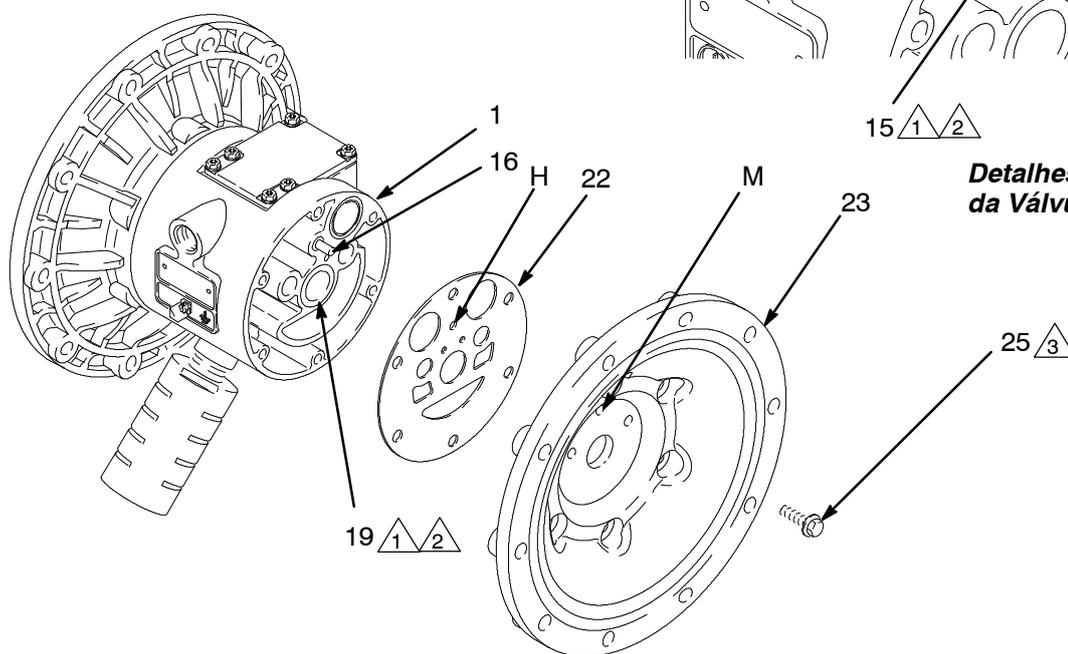

Fig. 14
**NOTA:** Se estiver a remover apenas o rolamento do eixo do diafragma (19), salte o passo 4.
5. Utilizando uma chave de tubo de 10 mm, retire os parafusos (25) que prendem as tampas de ar (23) à o caixa do centro (1). Ver Fig. 14.
6. Remova as juntas da tampa de ar (22). Substitua sempre as juntas por novas.
1. Se removido, instale o eixo dos conjuntos do retentor (402\*) para que os rebordos fiquem virados para **fora** da caixa (1).
2. Os rolamentos (19, 12 e 15), são cônicos e só podem ser instalados de uma maneira. Insira os rolamentos na caixa do centro (1), **primeiro a extremidade cônica**. Utilizando uma prensa ou um bloco e um martelo de borracha pressione o rolamento de modo que ele fique nivelado com a superfície da caixa do centro.
4. Alinhe uma nova junta da tampa de líquido (22) para que o pistão piloto (16) que sai da caixa do centro (1) entre no furo correto (H) na junta.
5. Aplique Loctite® de força média (azul) ou equivalente para as roscas dos parafusos (25). Alinhe a tampa de ar (23) para que o pistão piloto (16) caiba no furo do meio (M) dos três pequenos furos junto ao centro da tampa. Instale os parafusos (25), manualmente Ver Fig. 14. Usando uma chave de tubo de 10 mm, aperte os parafusos opostamente e uniformemente a 130 to 150 pol-lb (15 to 17 N•m).